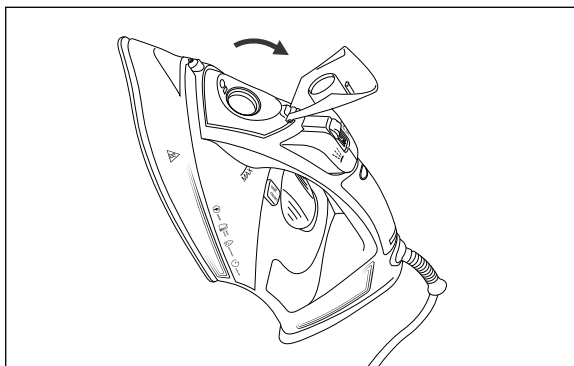

Abb. 3
- 2) Halten Sie das Dampfbügeleisen schräg in der Hand und öffnen Sie den Deckel der Einfüllöffnung **Easy-Fill 2** (siehe Abb. 3).